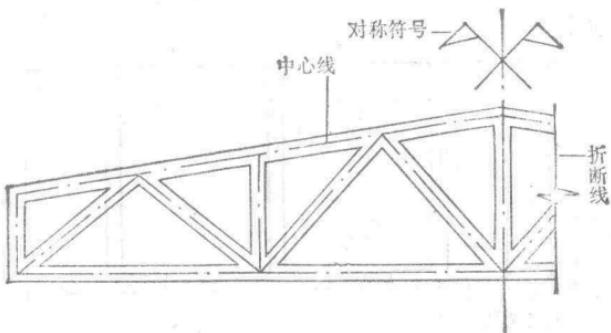

图 1-3
2. 中心线和对称符号 中心线由点划线构成，是表示建筑物或构件的中心位置，在中心线两边的图形和构造是对称的。在绘制一个复杂构件时，采用对称符号使其对称的那部分可以省略不绘。对称符号和中心线表示方法如图1-3。
5. 折断线 折断线是为了少占图纸而把不必要绘出的部分省略不画。如图1-3上所注出的线中写明的折断线。